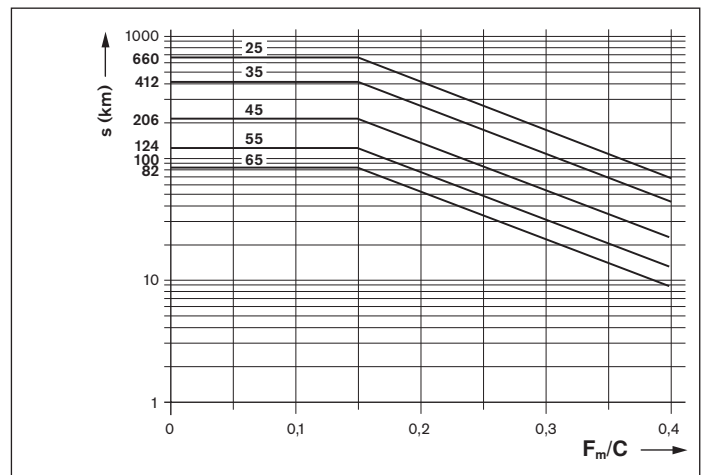

图 2：补充润滑周期
- ▶ 在润滑接口上加注符合表 4 的最小量，直到达到补充润滑周期 (图 2) 为止。
- ▶ 给每个润滑接口加注符合表 4 的最小量，直到达到补充润滑周期 (图 2) 为止。为此所需的润滑脉冲数以及润滑节拍的计算方法请参见补充润滑 (正常行程) 中的描述。
提示：为此所需的润滑脉冲数是表 4 给出的最小补充润滑量与根据表 5 所选的活塞分配器规格之间的商的取整数值。活塞分配器最小许用规格不取决于安装位置。根据公式 1 的润滑节拍是补充润滑周期 (根据图 2) 除以计算得出的润滑脉冲数 (参见设计举例) 所得的商。
- s = 根据图 2 的补充润滑周期 (km)
- C = 额定动载荷 (N)
- F_m/C = 轴承当量动载荷 (N)